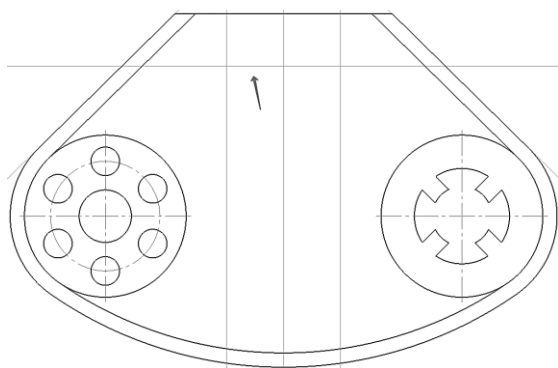

Рис. 66. Построение вспомогательной параллельной прямой
2.13.3 Провести **параллельную**  горизонтальному отрезку вспомогательную линию на расстоянии 22 мм (рис. 66).